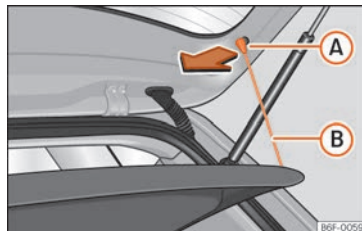

Fig. 167 En el maletero: desmontar y montar la bandeja.
- Desenganche los tirantes de sujeción >>> **fig. 167** **B** de los alojamientos **A**.
- Enganche los tirantes de sujeción >>> **fig. 167** **B** en el portón trasero.